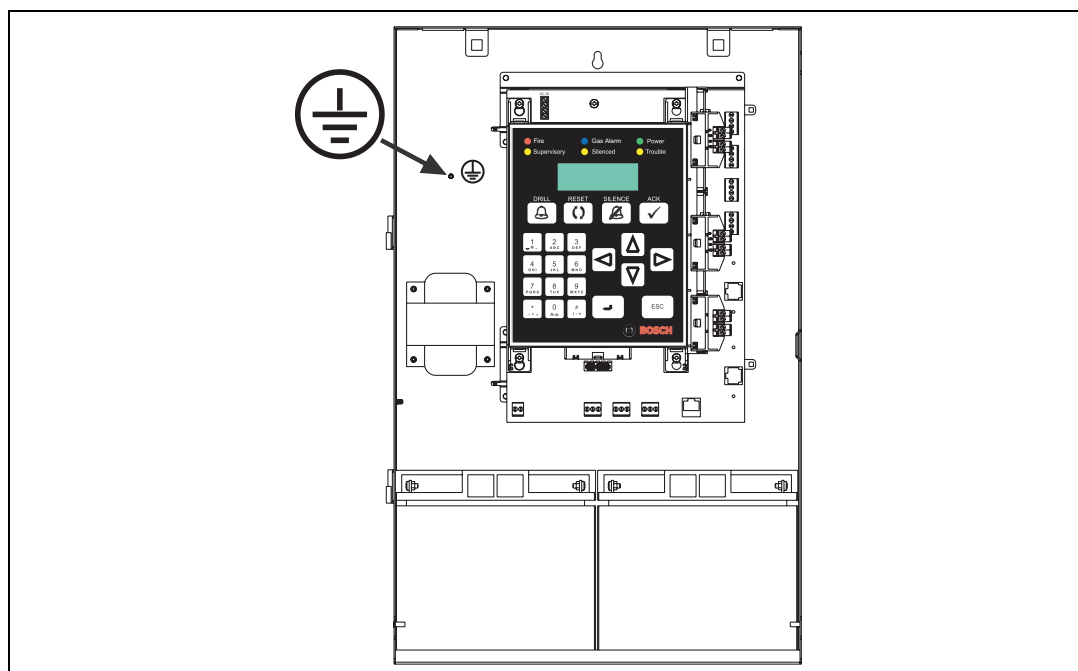

Figura 4.30 Conexão à Terra
- Conecte a conexão à terra ao pino de terra roscado no lado esquerdo do gabinete (consulte a *Figura 4.30*).